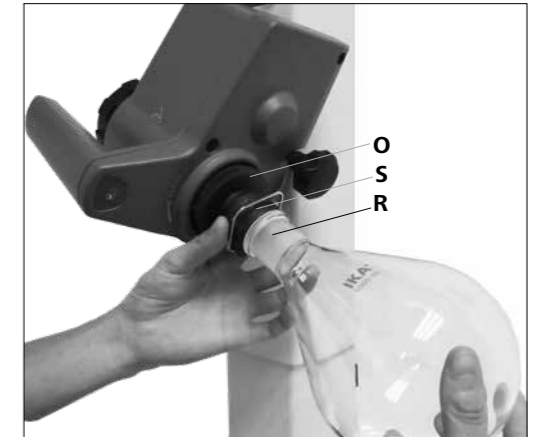

Fig.15a
- エバポレータフラスコを蒸気パイプ (R) に取り付けます。(Fig. 15a)